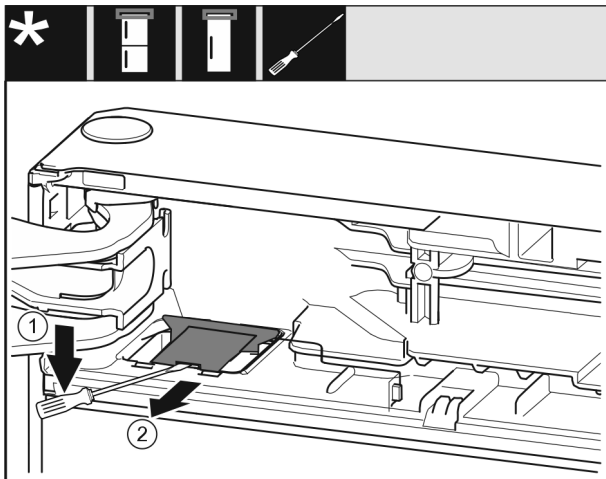

Fig. 10
- Pattintsa ki a fedelet Fig. 10 (1) lapos csavarhúzóval.
- Vegye ki a fedelet Fig. 10 (2).